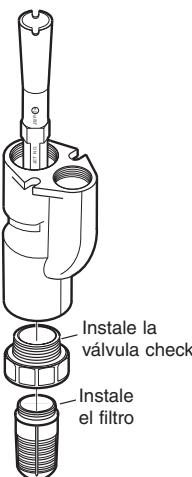

Figura 5
- Instale la válvula de retención y el filtro en el extremo de toma simple del eyector (en la parte inferior del eyector - consulte la Figura 5).